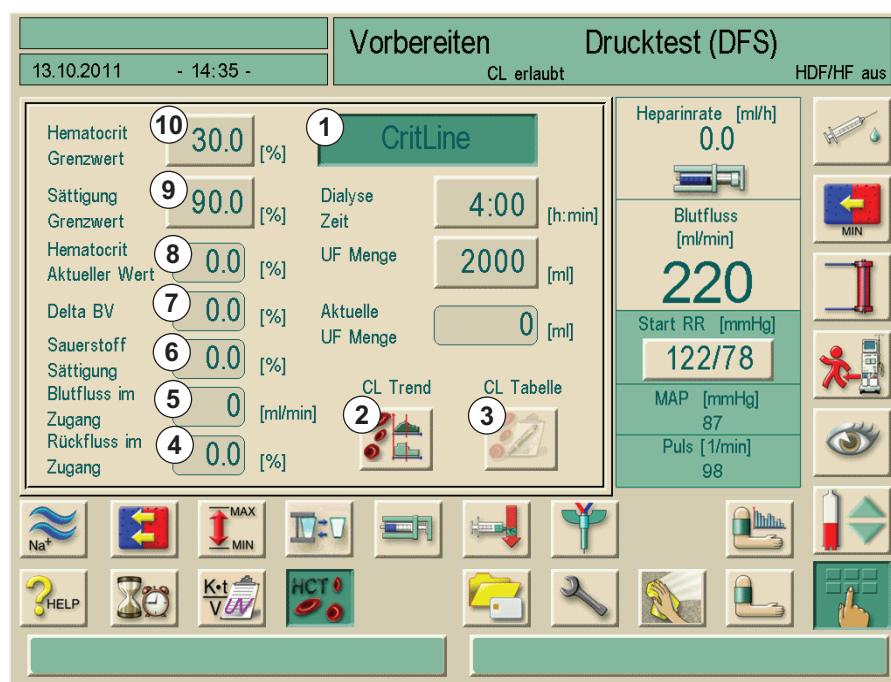

Abb. 11-33 Crit-Line Hauptbildschirm
Wenn Sie Taste 2 in Abb. 11-33 Crit-Line Hauptbildschirm (235) berühren, können die Trendverläufe von HCT, Delta BV, Rezirkulation, Shuntfluss und pO₂ angezeigt werden. Eine Trend-Gruppe, bestehend aus jeweils drei Trends, wird angezeigt. Die Trendgruppen können durch Drücken der Trendtaste (5) (vgl. Kapitel 12.9 Parameter der Trendgruppen editieren (268)) bearbeitet werden.
1. Taste 3 in Abb. 11-33 Crit-Line Hauptbildschirm (235) drücken.